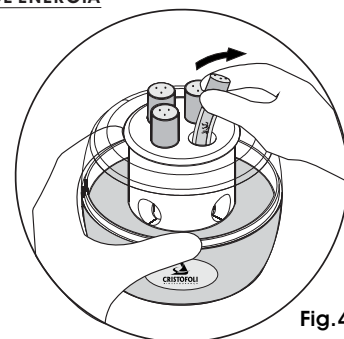

Fig.4
**¡OJO!** Para activar el indicador biológico, segurar la incubadora con firmeza e insertarlo hasta la mitad de cualquier uno de los cuatro orificios disponibles del área de incubación (Fig. 4), apriételo con cuidado en cualquier dirección hasta sentir que solamente la ampolla de vidrio interna se quiebra. Vuelva el indicador biológico a su debida posición y páselo hasta el fondo de la cámara.